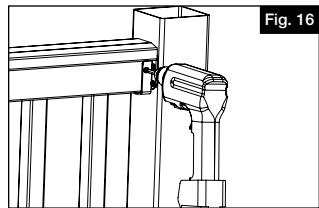

Fig. 16
- b. Au moyen d'un foret de $\frac{1}{8}$ po (3,2 mm), percer des avant-trous dans la main courante aux deux emplacements sur le support métallique. Enfoncer des vis no 10 x 1 po (25 mm) dans les avant-trous de chacun des supports métalliques (Fig. 16).